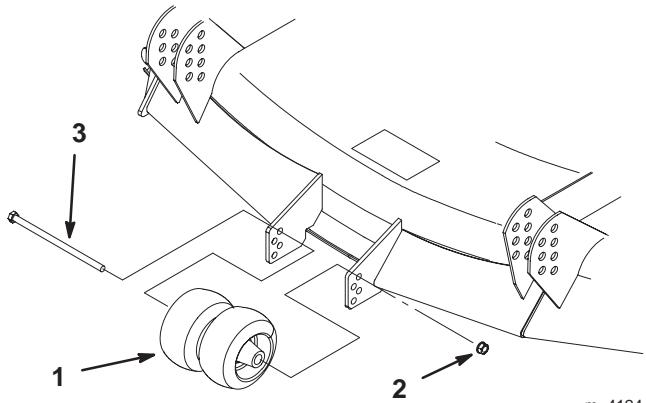

Bild 16
1. Entfernen Sie nach Einstellen der Schnitthöhe die Schraube und Mutter (Bild 16).
2. Wählen Sie eine Lochposition, damit die Radstelze 9,5 mm Bodenfreiheit hat für die jeweilige Schnitthöhe (Bild 16).
3. Setzen Sie die Schraube und Mutter wieder an (Bild 16).